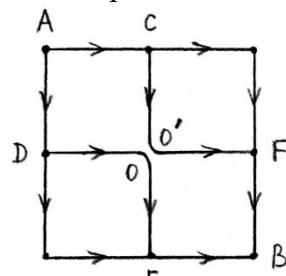

Рис.3.
- Соберите на монтажном столе схему, показанную на рис. 3. Предусмотрите выключатель, соединяющий точки О и О'. Выберите значения сопротивлений одинаковыми и равными 1 кОм.
- Между какими точками схемы, изображенной на рис.3, напряжение равно нулю?